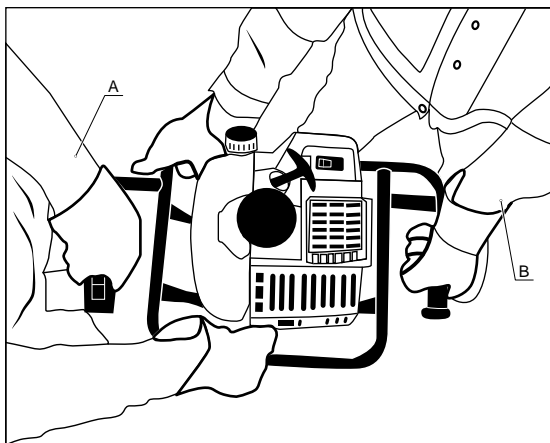

Рис. 8
7. Бурение скважин диаметром более 150 мм или глубиной более 1 м рекомендуется проводить вдвоем, силами оператора и помощника. Оператор (А) направляет мотобур (рис. 8), удерживая его за рукоятку с курком газа и раму. Помощник (В) помогает ему и направляет мотобур, удерживая его за другую рукоятку и раму, находясь с противоположной стороны.